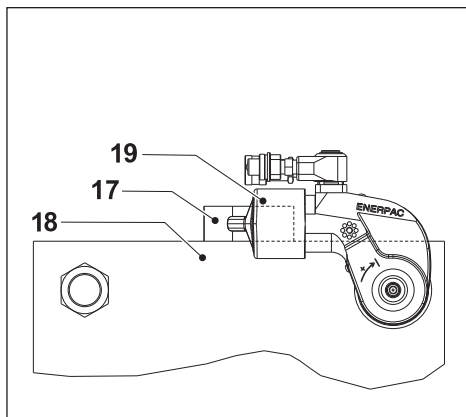

Fig. 10
2.3.4 Bruke forlenget reaksjonsarm (Fig. 10)
- Plasser foten (17) på SRS-seriens forlengete reaksjonsarm (19) mot et egnet reaksjonspunkt (18). Reaksjonspunktet skal stå imot kraften som verktøyet utøver.